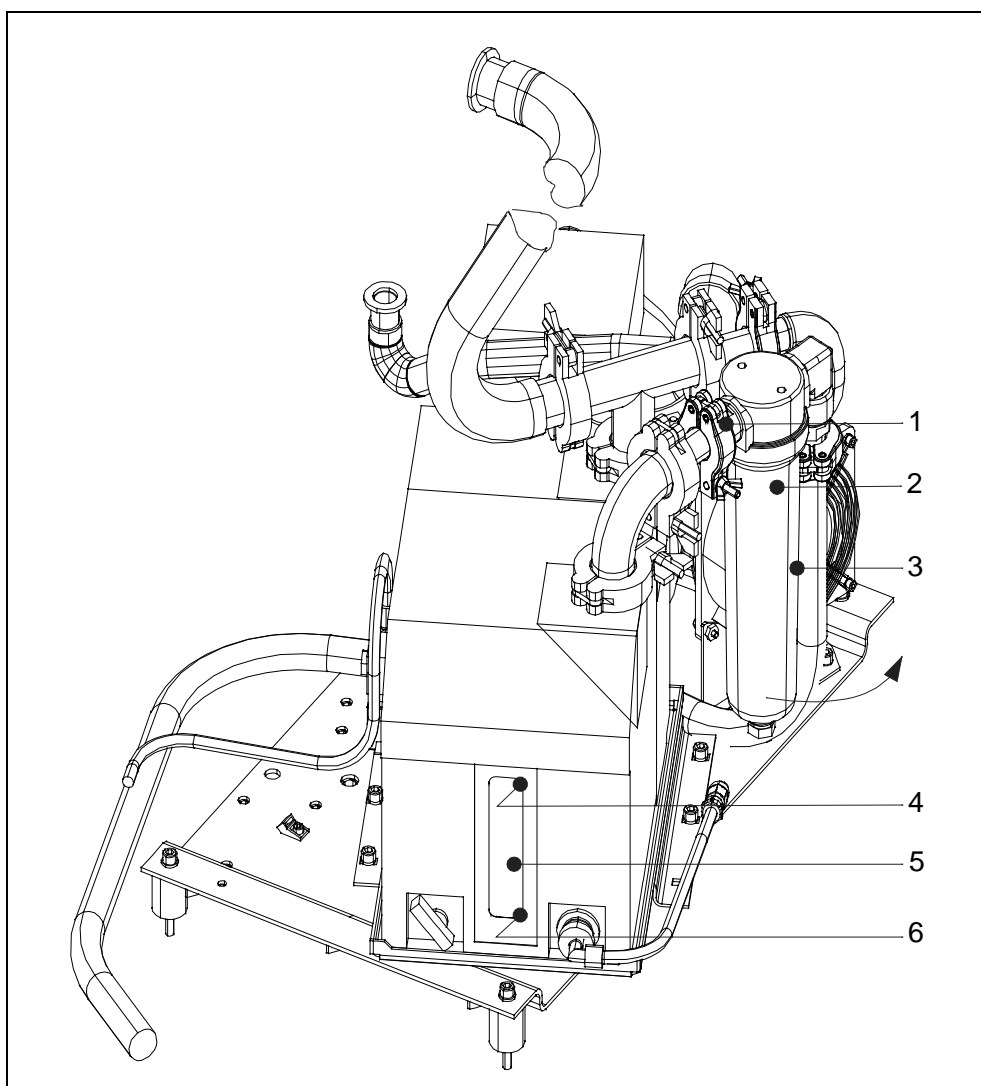

Fig. 9-4 Posizione montaggio filtro scappamento
La posizione di montaggio del filtro dello scappamento è visibile nella Fig. 9-4.
- allentare l'anello tenditore del filtro dello scappamento (Fig. 9-4/1) e far oscillare il filtro completo verso l'esterno in direzione della freccia, fino a che è possibile rimuovere il serbatoio dell'olio.